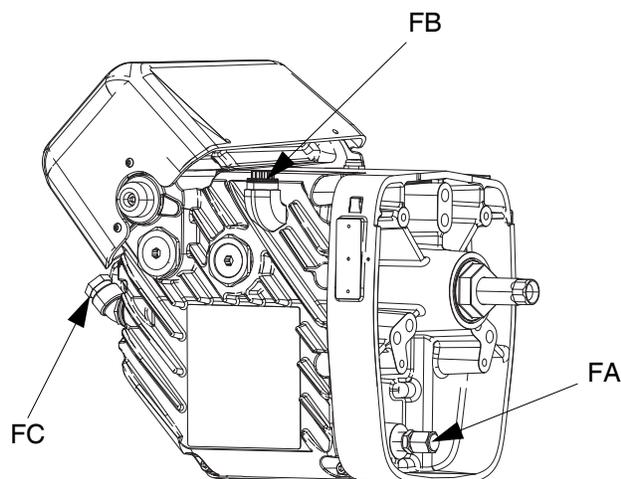

**FIG. 11: Visor de vidro e tampa de enchimento do óleo**
Verifique o nível de óleo no visor de inspeção (FC). (Consulte a FIG. 11.) O nível de óleo deve estar quase no ponto médio do visor quando o pulverizador não estiver em funcionamento. Se o nível de óleo estiver baixo, abra a tampa de enchimento (FB) e adicione óleo de engrenagem sintético EP da Graco livre de silicone com n.º de peça 16W645 ISO 220. Consulte a FIG. 11.
2. Coloque um recipiente de no mínimo 2 quartos (1,9 litros) sob a porta de drenagem de óleo. Retire o plugue de drenagem de óleo (FA). Permita que todo o óleo seja drenado do acionador.
3. Reinstale o plugue de drenagem de óleo (FA). Aperte a 18-23 pés-lb (25-30 N•m).
4. Abra a tampa de enchimento (FB) e adicione óleo de engrenagem sintético EP da Graco livre de silicone com n.º de peça 16W645 ISO 220. Verifique o nível de óleo no visor de inspeção (FC). (Consulte a FIG. 11.) Encha até ao nível do óleo chegar perto da metade do visor de inspeção. A capacidade de óleo é de aproximadamente 1,9 a 2,1 litros (2,0 a 2,2 quartos). **Não encha demais.**
Consulte a FIG. 11. As pré-cargas do rolamento (FD) são definidas em fábrica e não podem ser ajustadas pelo usuário. Não ajuste as pré-cargas de rolamento.